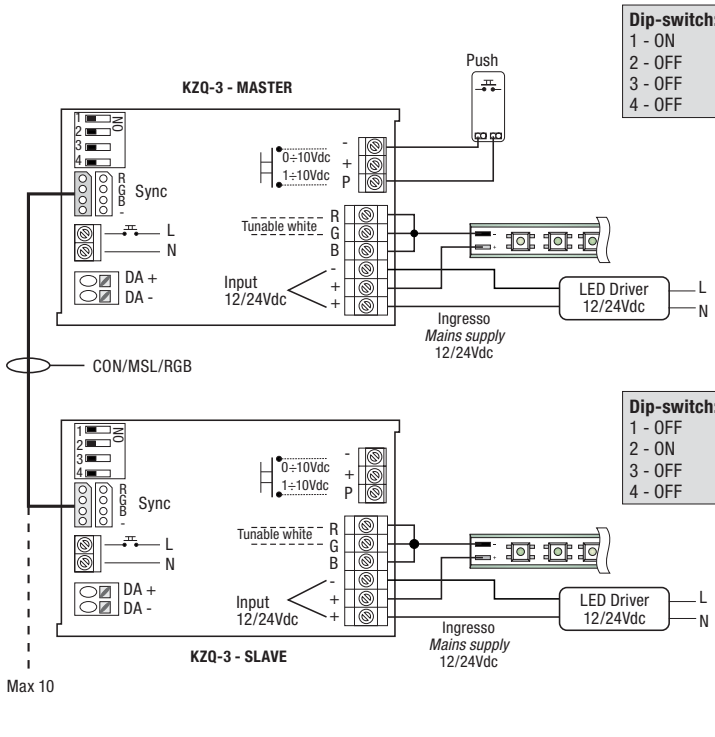

Fig. 12 - Comando con segnale 1-10Vdc - Signal 1-10Vdc control
- 4 - Señal 1÷10 Vcc (Fig. 12)